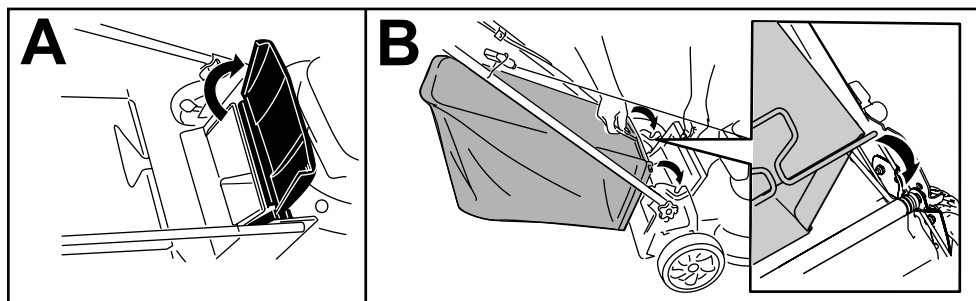

Figura 16
1. Levante y sujete el deflector trasero (Figura 16, A).
2. Instale el recogedor, asegurándose de que los pasadores del recogedor descansan en las muescas del manillar (Figura 16, B).